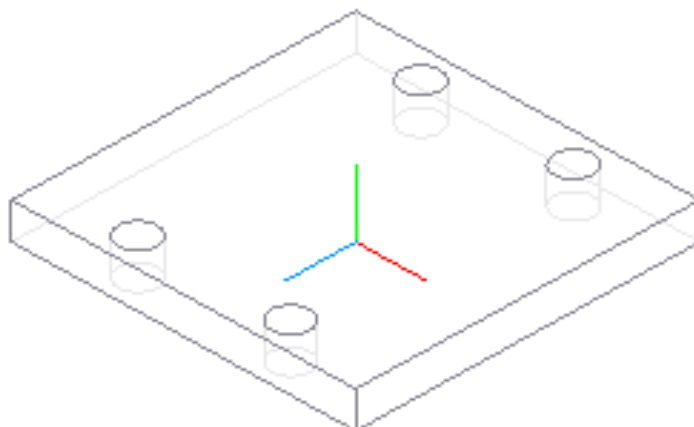

Рисунок 7.26 – Основание детали
2. Для создания остальных трех отверстий воспользуемся командой  **Массив по сетке** с параметрами: **Количество по первой оси – 2, Шаг – 40; Количество по второй оси – 2, Шаг – 74; Угол раствора – (-90°)** (рис. 7.26).